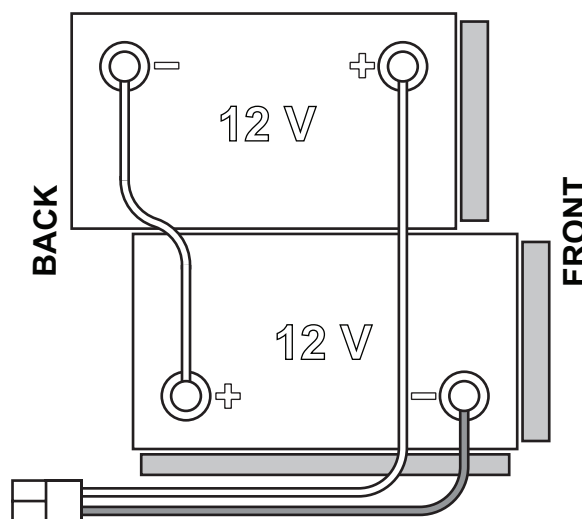

Figura 1
Utilajul funcționează cu 2 baterii de 12 V, conectate conform schemei prezentate în Figura 1.
1. Scoateți cheia utilizatorului (51).
2. Debranșați conectorul bateriei (9).
3. Ridicați capacul (34) și verificați dacă rezervorul de recuperare (33) este gol, în caz contrar goliiți-l cu ajutorul furtunului de scurgere (12).
4. Închideți capacul (19).
5. Apucați de mânerul (16) și ridicați cu atenție rezervorul (33).
7. Poziționați și instalați cablul bateriei în modul indicat în Figura 1, apoi strângeți cu atenție piulița pe fiecare bornă de baterie.
8. Amplasați capacul de protecție pe fiecare bornă, apoi conectați conectorul bateriei (9).
9. Apucați de mânerul (16) și coborâți cu atenție rezervorul (33).